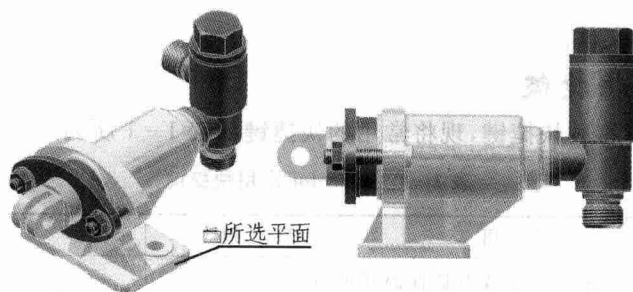

图 1-19 使用“观察方向”工具效果
- “观察方向”工具按钮  可以缩放和旋转图形窗口中显示的内容。可以将所选的平面元素平行于屏幕放置或将所选的边或直线平行于屏幕水平放置。使用该工具的效果见图 1-19。